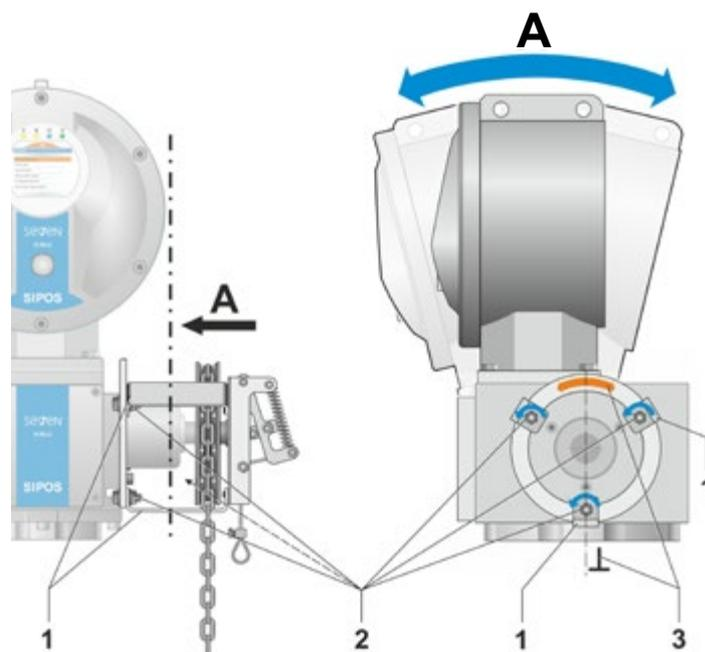

Abb. 1: Kettenradantrieb senkrecht ausrichten
1. Die 3 Muttern (Abb. 1, Pos. 2) an den Stegen des Kettenradantriebs (1) nur lösen.
2. Kettenradantrieb senkrecht ausrichten (3): Kettenradantrieb soweit drehen, dass die Kette frei laufen kann, ohne an einem Steg zu schleifen.
3. Die drei Muttern (2) fest anziehen (Anzugsmoment 4 Nm).